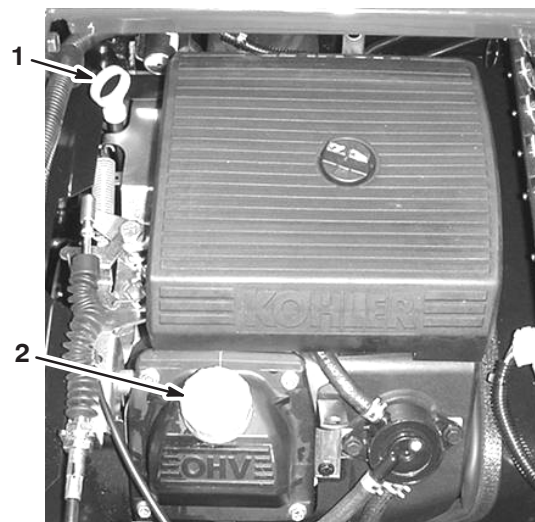

Bild 6
2. Nehmen Sie den Peilstab heraus und wischen Sie ihn mit einem sauberen Lappen ab (Bild 6). Stecken Sie den Peilstab in das Rohr und stellen Sie sicher, dass er vollständig eingeführt ist. Nehmen Sie den Peilstab heraus und prüfen Sie den Ölstand.
3. Nehmen Sie bei niedrigem Ölstand den Fülldeckel von der Ventilabdeckung (Bild 6) ab und gießen Sie so viel Öl ein, dass der Ölstand die „Voll“-Marke am Peilstab erreicht; siehe „Wechseln des Motoröls“ auf Seite 36 für die korrekte Ölsorte und -viskosität. Gießen Sie Öl langsam ein und prüfen Sie den Ölstand häufiger während des Füllens. **Füllen Sie nicht zu viel ein.**